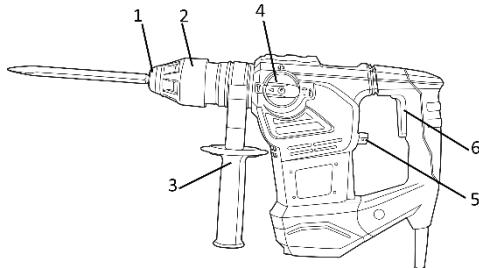

Рисунок 1
4.1 Виберіть необхідний режим роботи виробу за допомогою перемикачів (4) та (5) (див. рисунок 1).
4.2 Для ввімкнення виробу натисніть на курок вимикача (6) (рис. 1). Для відключення виробу слід курок відпустити.